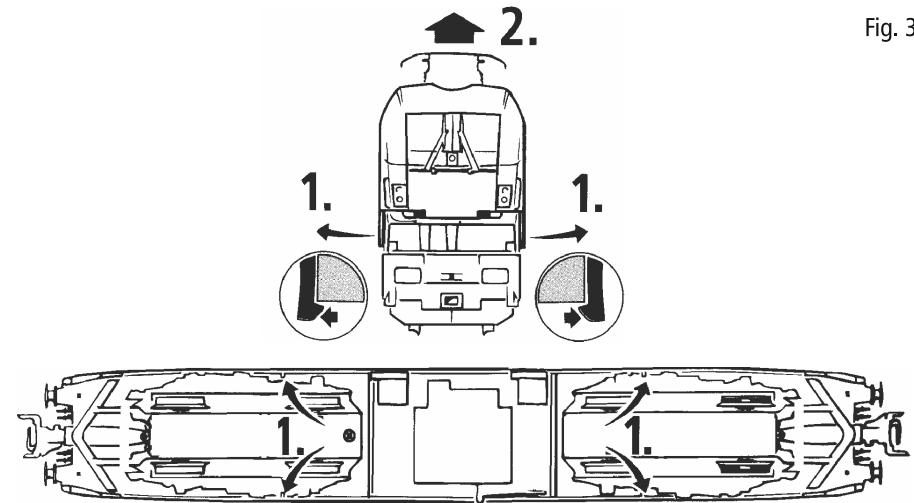

Fig. 4
1. Reinigung der Radstromkontakte: Radstromkontakte können auf unsauberden Schienen leicht verschmutzen. Entfernen Sie **vorsichtig** mit einem kleinen Pinsel **den Schmutz** an den in Fig. 4 gekennzeichneten Stellen. Dazu zuerst den Getriebekopf abnehmen (Fig. 8).
1. Nettoyage des lames de courant aux roues: Les lames de contacts risquent de s'encaisser rapidement sur des voies poussiéreuses. Veuillez **enlever la poussière** aux endroits marqués à la fig. 4 à l'aide d'un petit pinceau souple. A ces fins démontez d'abord le bogie (fig. 8).
2. Graissage: N'appliquez **qu'une tout petite goutte** aux endroits indiqués par le plan de graissage (fig. 6) après avoir démonté la caisse de la locomotive (fig. 4). Nous vous recommandons **le graisseur à huile Roco réf. 10906**. Pour graisser les engrenages (roues dentées, vis sans fin) nous vous conseillons la **graisse spéciale Roco réf. 10905** pour engrenages en matières synthétiques. Lorsque vous utilisez cette graisse il faut éviter d'huiler ces composants.
1. Cleaning of wheel contacts: Wheel contacts easily get dirty on tracks which are not entirely clean. Use a small brush to **remove dirt** from spots marked in fig. 4. Prior to cleaning the contacts dismantle the bogie (fig. 8).
Fig. 4 a